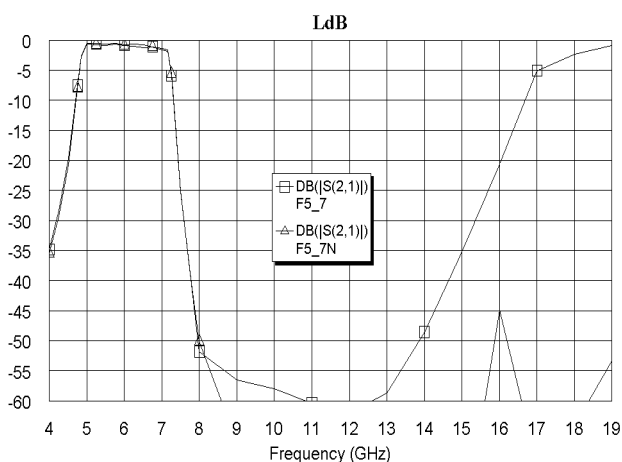

Рис. 3.207
- Сделайте активным окно графика **LdB** и щёлкните по значку **Analyze** на панели инструментов. Характеристика показана на рис. 3.207. Эта характеристика удовлетворяет предъявляемым требованиям, однако имеется выброс на частоте 16 ГГц, довольно близко доходящий до предельно допустимого значения. Этот выброс можно уменьшить, точнее подобрав расстояние между фильтрами, и тем самым увеличить запас по величине ослабления в диапазоне заграждения.